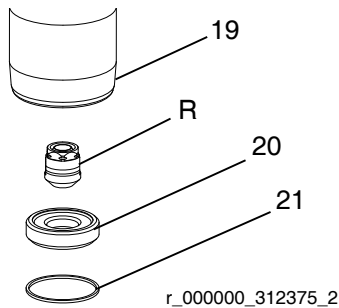

FIG. 10
11. Utilisez une pointe pour joint torique pour retirer le joint (21) du logement de la vanne d'admission (19). Mettez le joint au rebut ; utilisez un joint neuf lors du remontage. Voir FIG. 10.
12. Retirez le siège d'admission (20) du bas du logement de la vanne d'admission (19). Veillez à ne pas laisser tomber l'ensemble de vanne d'admission (R) une fois dégagé et mettez-le de côté pour un remontage ultérieur.
**REMARQUE :** Si le siège (20) est difficile à retirer, introduisez un marteau et une tige en laiton sur le dessus du boîtier (19) et sortez le siège.